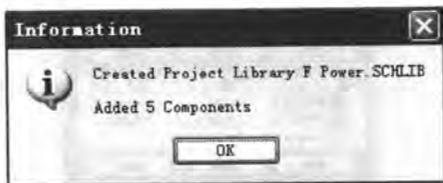

图 5-39 创建项目元器件库的提示信息
- [2] 执行【Design】/【Make Schematic Library】命令，系统自动在本项目中生成了相应的原理图库文件，并弹出如图 5-39 所示的提示信息。